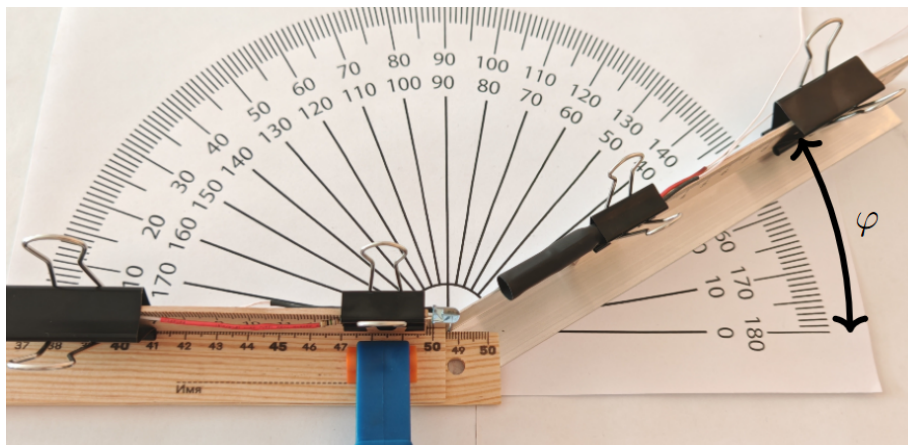

Рис. 6. Конструкция гониометра
Соберите из двух отрезков профиля гониометр (см. рис. 6).
3.1. Подайте на светодиод напряжение от двух батареек АА. Изменяя относительное положение фотодиода и светодиода, измерьте зависимость силы тока фотодиода от угла  $\varphi$  (см. рис. 6) между осью светодиода и линией, соединяющей вершину светодиода и центральную точку измерительной поверхности фотодиода.